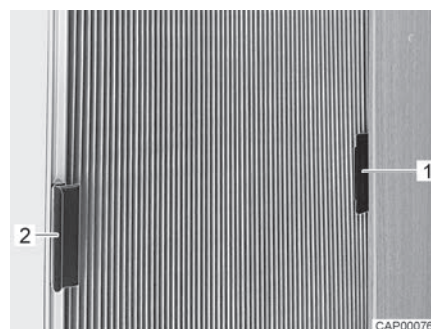

Fig. 12 Dispositif occultant plissé pour vitre latérale (fermé)
- Pousser le dispositif occultant plissé (Fig. 12,1) par sa poignée respective dans la pièce de fixation (Fig. 12,2). Le dispositif occultant plissé est ainsi empêché de se fermer par inadvertance pendant le voyage.